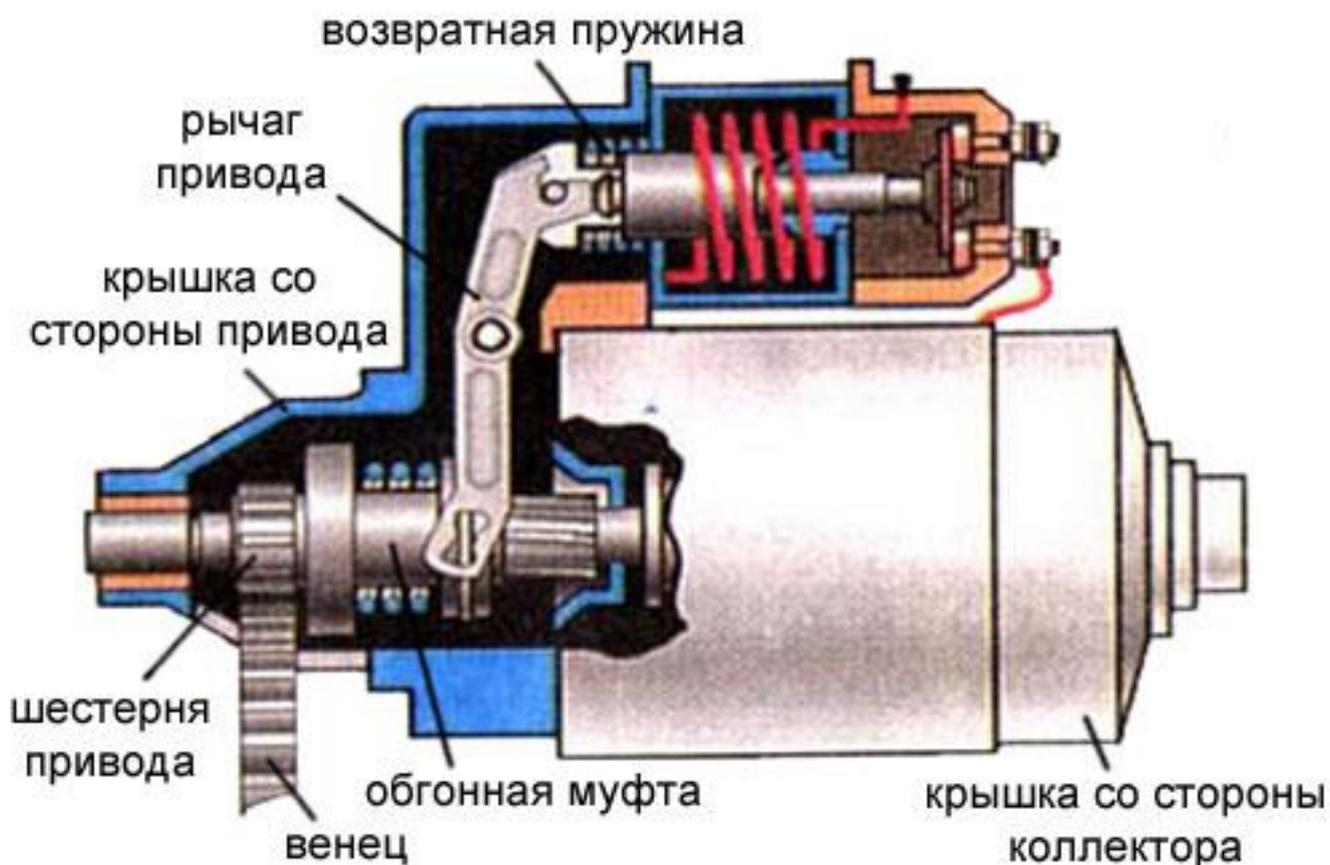

Рис.5 Устройство тягового реле стартера
*Тяговое реле* обеспечивает ввод шестерни в зацепление с венцом маховика и подключает стартерный электродвигатель к аккумуляторной батарее (рис. 5). На большинстве стартеров тяговое реле располагают на приливе крышки со стороны привода. С фланцем прилива крышки реле соединяют непосредственно или через дополнительные крепежные элементы.